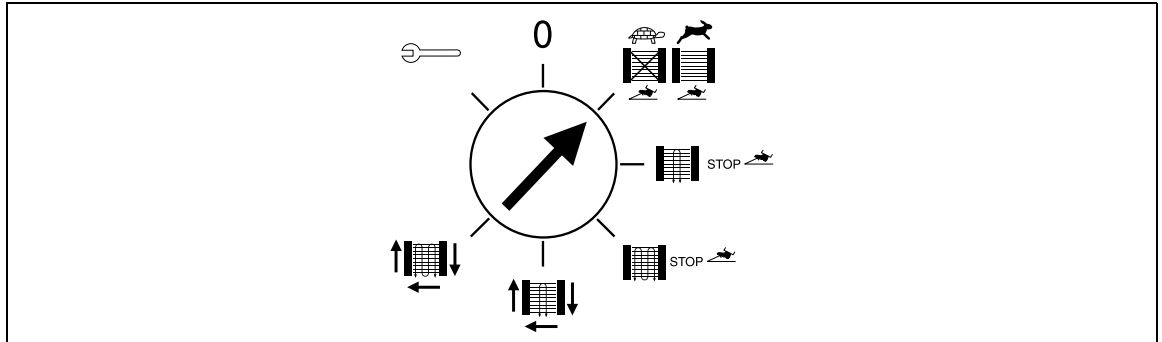

Abb. 7-13 Stellung Programmwahlschalter
- Der Programmwahlschalter befindet sich in Stellung „Arbeitsmodus“ (Abb. 7-13).